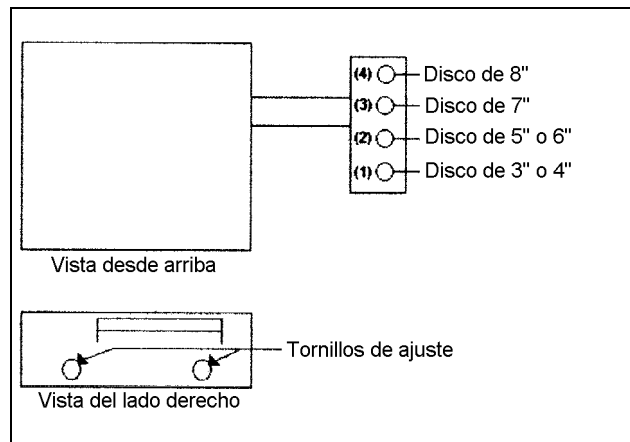

Figura 12. Dibujo de referencia para afilar el disco de corte.
1. Mueva el soporte de la varilla de afilar hasta el agujero del tamaño correcto para el disco de corte seleccionado (ver *Vista desde arriba*, en la **figura 12**).
4. Afloje los tornillos de ajuste (ver *Vista del lateral derecho*, en la **figura 12**).